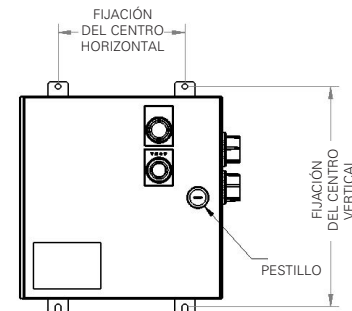

Figura 1
1. Abra la unidad de reserva de la batería con un destornillador de punta plana para girar el pestillo a un ¼ de vuelta en sentido contrario a las agujas del reloj (vea la Figura 1).
2. La unidad de reserva de la batería puede ser montada en el techo o en la pared utilizando pestañas de montaje para soldarlas en la parte exterior de la caja (vea la Figura 1). Seleccione una ubicación de montaje que proporcione resistencia y rigidez adecuada para soportar la unidad de reserva de la batería.
5. Utilice la tornillería de tamaño de 3/8" para instalar la carcasa de la caja en la ubicación deseada. Vea la Tabla 1 y la Figura 1 para que observe las dimensiones de las medidas para el montaje.